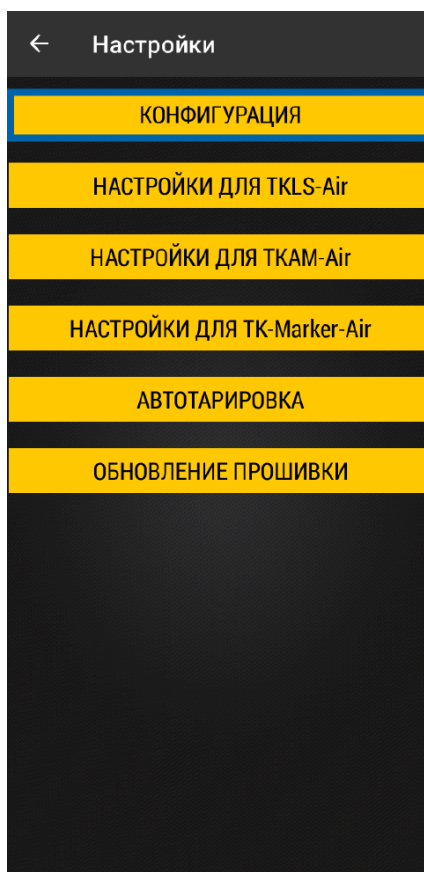

Рис.3. Меню настроек
3. Нажмите «**Настройки**», далее — «**Конфигурация**» (**Рис.3**).